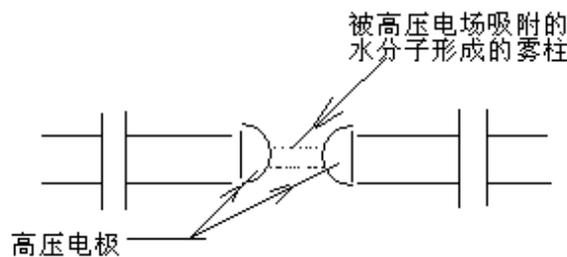

图9雾柱和杂质构成导电
7. 1. 回收的未经过滤加工处理的油介称劣质油，含有相当多的水分和杂质，它的绝缘抗电强度多在 12KV 以下。特别是含水分较多的劣质油，有的用户为知其劣到什么程度，亦用测高绝缘强度的仪器进行测试，结果对本仪器的高压测试系统易造成损坏，损坏的原因如（图 9）所示。
对回收待过滤处理的油介如用肉眼能看到的水珠或杂质，最好不要强行用仪器作试验。凡经 24 小时以上存放的劣质油介中，大的水滴沉在油底层，微粒气泡浮在油的上面。用户需采用无水污染的器具抽出中间部分的油样，在试验中密切观察升压（从升压的起始期开始）时是否出现如图 9 所示细丝线般的雾柱，如一经发现应立即关断电源，停止测试。或者在升压过程中出现多点持续放电，仪器不能自动断闸，用户也应立刻关断电源，停止试验。